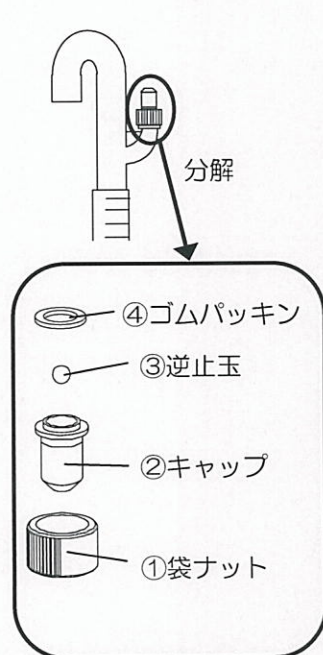

図1
1. 事前に電気温水器の付属品の排水パイプを分解し、下記部品を取り出します。(図1参照)